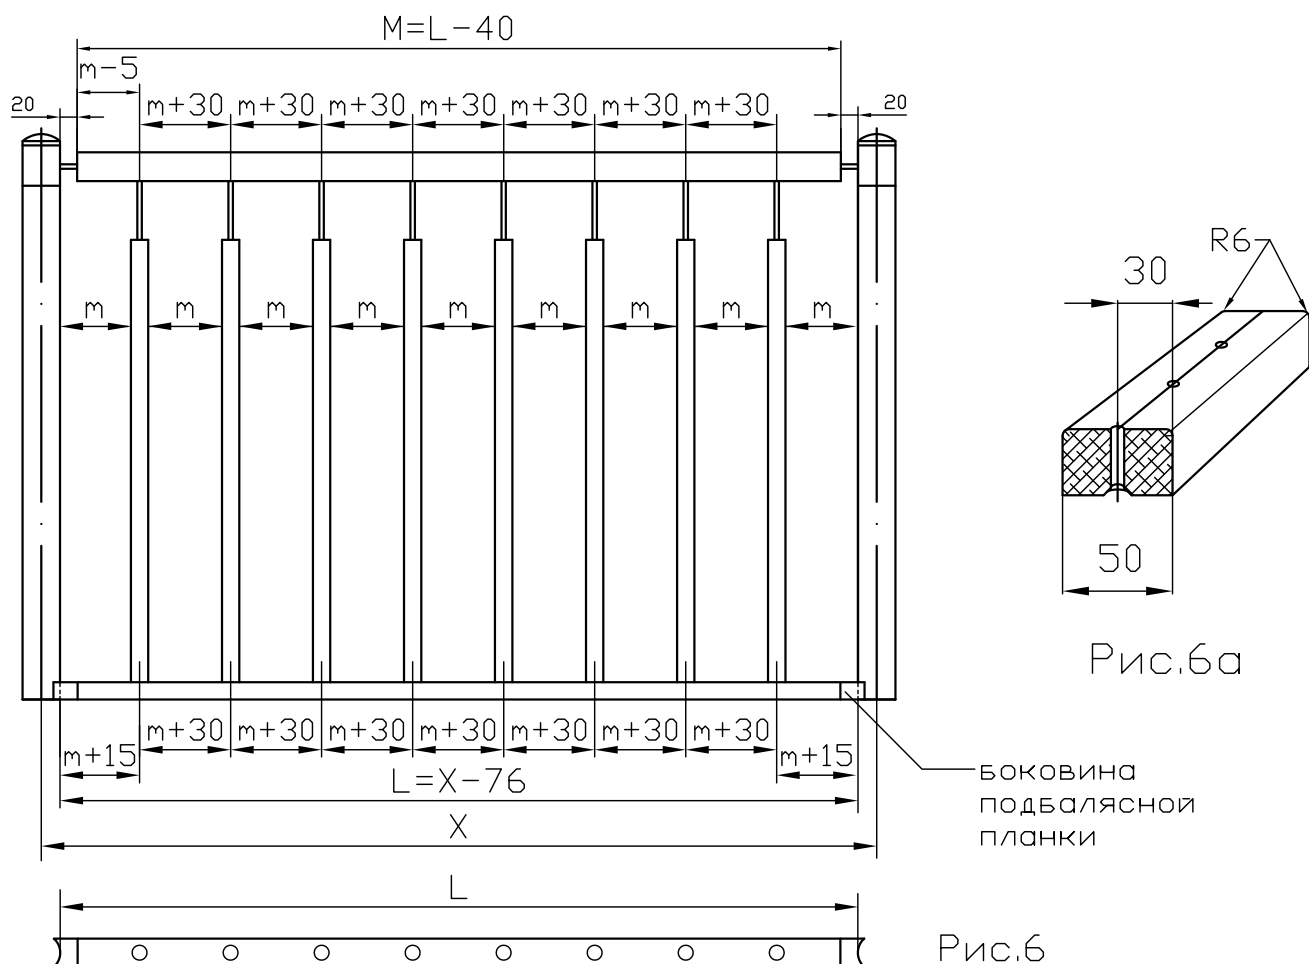

Рис.6
2.2.6 Зная расстояние между центрами соседних столбов "X" рассчитайте длину поручня и подбалажной планки. См. Рис.6. Длина подбалажной планки вместе с боковинами (это расстояние между столбами) "L" равно $X-76$ мм.
2.2.9 Для разметки отверстий под балясины на подбалажной планке отложите от ее края размер "m"+15мм (в нашем примере это: $131+15=146$ мм), а затем откладываете по "m"+30мм (в нашем примере это: $131+30=161$ мм). См. Рис.6.
Отверстия $\Phi 6,5$ располагаются на оси подбалажной планки, а на стороне, обращенной к полу, имеют зенковку. См Рис. 6а.
2.2.10 Для разметки отверстий на поручне отложите от его края размер "m"-5мм (в нашем примере это: $131-5=126$ мм), а затем откладываете по "m"+30мм (в нашем примере это: $131+30=161$ мм). См. Рис.6.